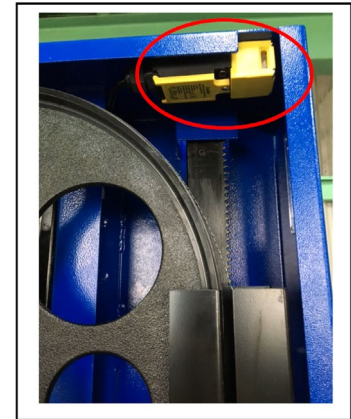

Figure 17
1. Interrupteur de fin de course (reportez-vous à la Figure 17) à l'intérieur du châssis de la machine afin de couper l'alimentation lors l'ouverture de la porte quand la machine est en marche.